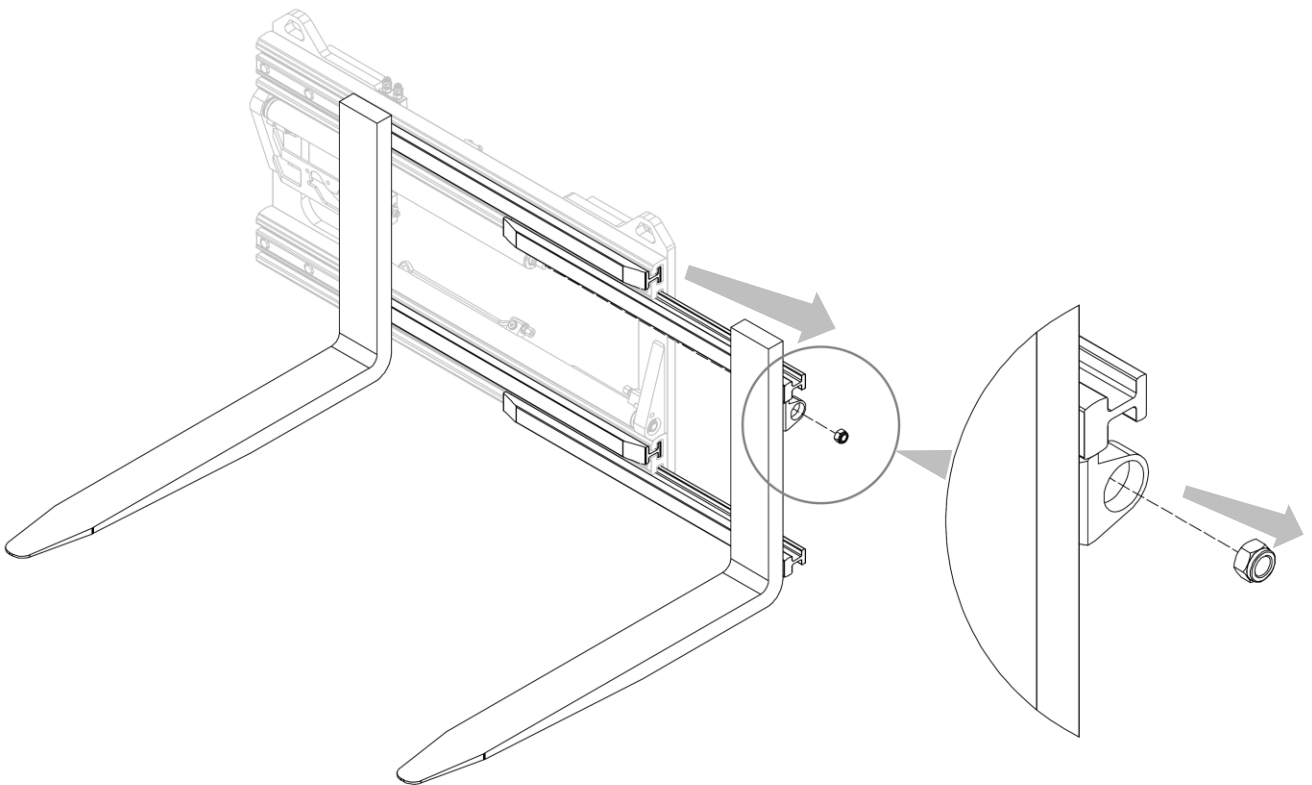

Figura 21
2. Retirar los perfiles con las horquillas soldadas después de haber desatornillado las correspondientes tuercas que las aseguran a los cilindros (mira *Figura 21*).